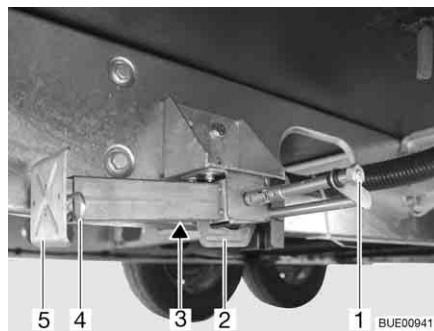

Fig. 23 Vérin stabilisateur
- Placer la clé à pipe sur l'écrou à six pans (Fig. 23,1) et tourner jusqu'à ce que le vérin stabilisateur soit en position verticale vers le bas.
- Lorsque la longueur des vérins stabilisateurs est réglable, faire sortir la goupille (Fig. 23,4) de la rallonge du pied d'appui (Fig. 23,5).
- Placer la clé à pipe sur l'écrou à six pans (Fig. 23,1) et tourner jusqu'à ce que le vérin stabilisateur se dégage du sol.
- Rentrer complètement la rallonge du pied d'appui (Fig. 23,5) et insérer la goupille (Fig. 23,4) dans le trou prévu à cet effet.
- Tourner l'écrou à six pans (Fig. 23,1) jusqu'à ce que les vérins stabilisateurs soient pivotés vers le haut et que la glissière (Fig. 23,2) soit arrivée complètement à l'extrémité de la fente (Fig. 23,3).